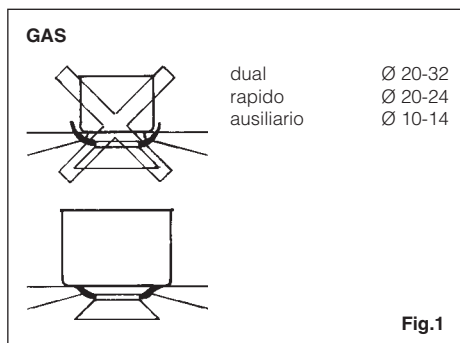

Fig.1
- si consiglia di usare pentole di diametro adatto ai bruciatori evitando che la fiamma al massimo fuoriesca dal fondo delle stesse (Fig. 1):